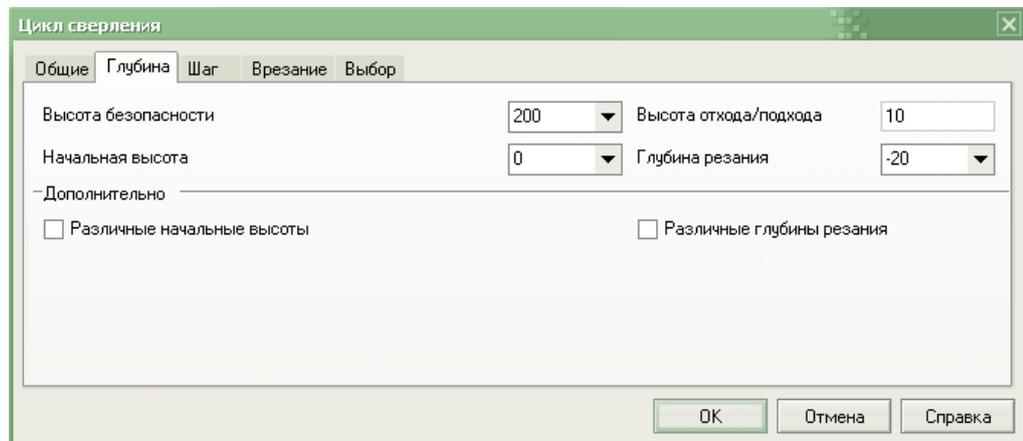

Рис. 5. Edgemat Из циклов фрезерования выбрать цикл сверления
2. Из циклов фрезерования выбрать цикл сверления (рис.5);